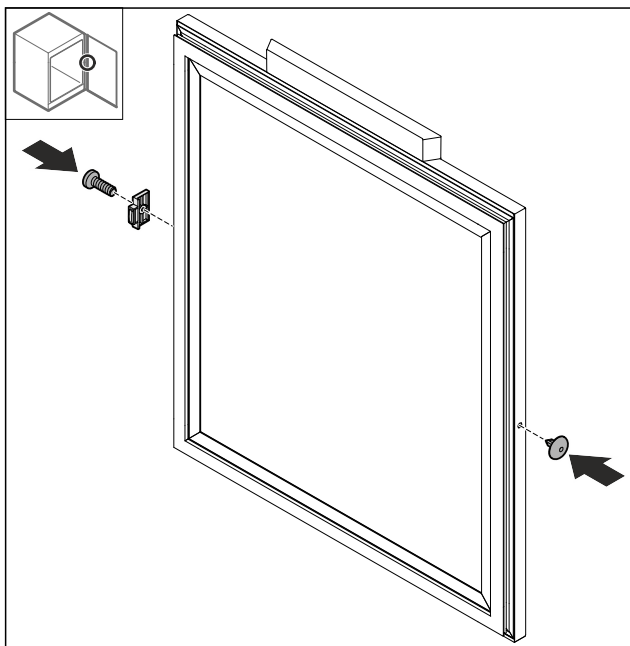

Fig. 74
- Τοποθετήστε το στοπ πόρτας Fig. 74 (1) υπό γωνία 180° στην απέναντι πλευρά.
- Τοποθετήστε το κάλυμμα Fig. 74 (2) στην απέναντι πλευρά.